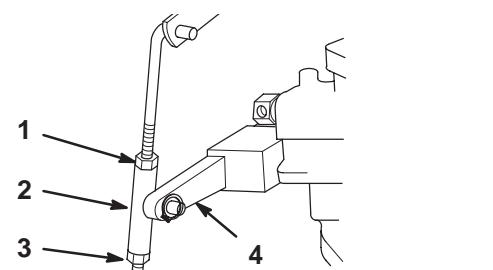

Figure 52
- Desserrez les écrous de blocage supérieur et inférieur au niveau du manchon de réglage du point mort du bras de pompe (Fig. 52).
- Poussez le bras de pompe vers le bas jusqu'à ce que le manchon touche l'écrou inférieur (Fig. 52). La roue doit alors tourner lentement en sens inverse.
- Tournez l'écrou inférieur lentement, en remontant le manchon et le bras de pompe jusqu'à ce que la roue arrête de tourner (Fig. 52).
- Vissez l'écrou supérieur contre le manchon et serrez-le pour bloquer le réglage (Fig. 52).